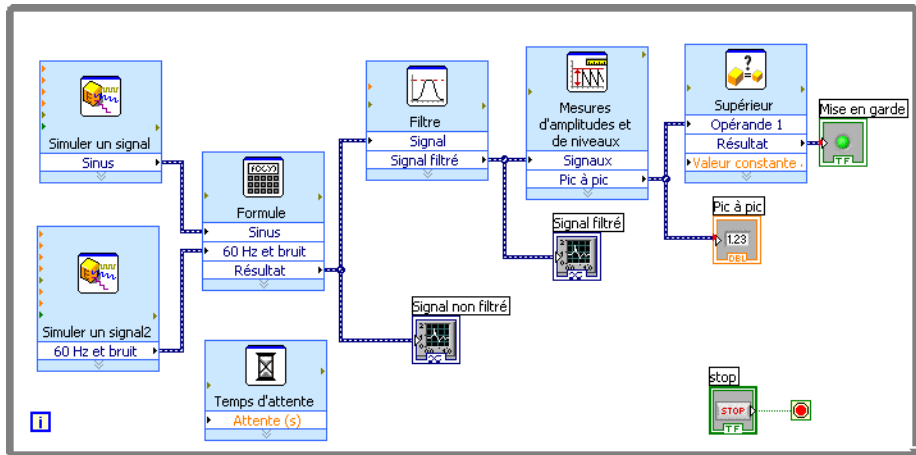

Figure 3-5. Diagramme du VI Voyant de mise en garde
1. Sur le diagramme, déplacez le terminal **Mise en garde** à droite du VI Express Supérieur. Assurez-vous que le terminal **Mise en garde** se trouve à l'intérieur de la boucle While, comme dans la figure 3-5.
Le diagramme devrait maintenant être semblable à la figure 3-5.